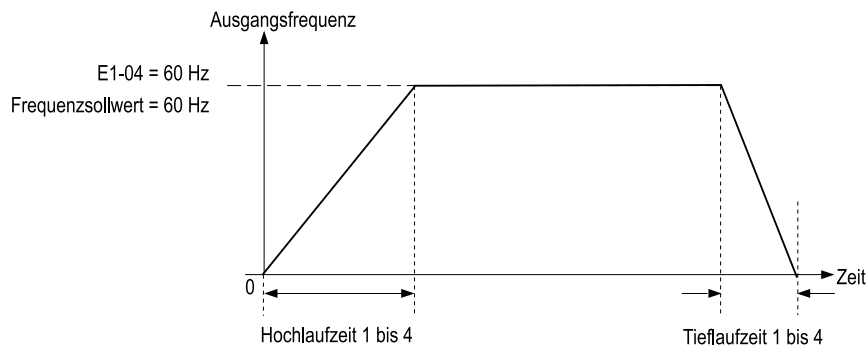
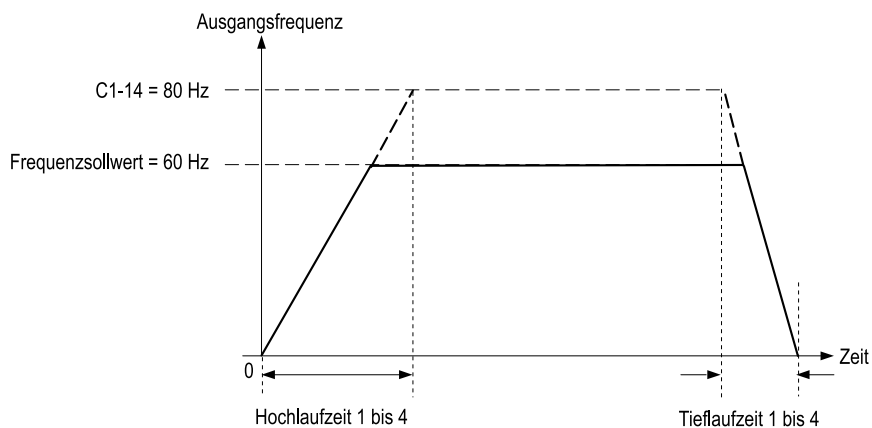

Abbildung 11.48 Beispiel 1: Hochlauf-/Tieflaufzeit (mit C1-14 = 0 Hz, E1-04 = 60 Hz und einem Frequenzsollwert von 60 Hz)
Abbildung 11.50 Beispiel 3: Hochlauf-/Tieflaufzeit (mit C1-14 = 80 Hz, E1-04 = 60 Hz und einem Frequenzsollwert von 60 Hz)
- Abbildung 11.48 bis Abbildung 11.50 zeigen die Hochlauf-/Tieflaufzeiten, wenn C2-01 bis C2-04 [S-Kurve am Beginn/Ende des Hochlaufs/Tieflaufs] = 0.00 s.